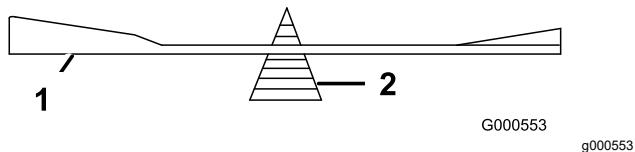

Figura 81
2. Controllate l'equilibrio della lama posizionandola su un bilanciatore (Figura 81).